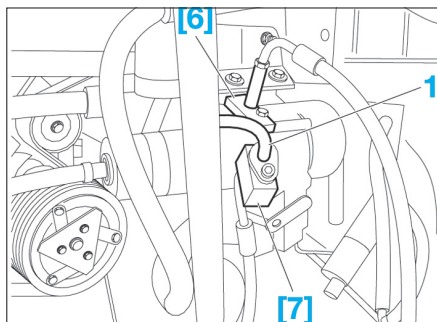

Fig. 24
- Écarter le tuyau haute pression (1) (Fig.24).
- le raccord [7] sur le tuyau haute pression (1).